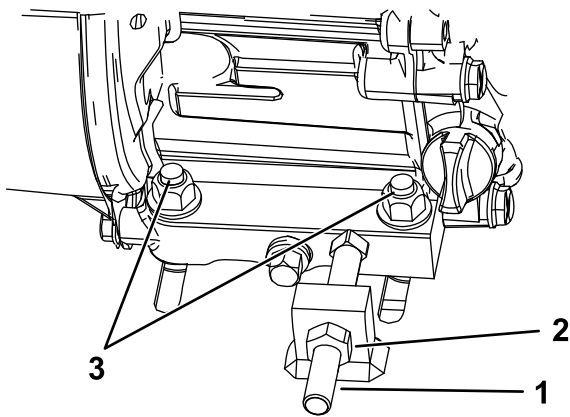

Figure 25
4. Desserrez les 4 boulons du support moteur ainsi que les écrous de blocage qui maintiennent le boulon de réglage (Figure 25).
7. Serrez les fixations de maintien du moteur sur le cadre (Figure 25).
2. Desserrez les 4 boulons du support moteur ainsi que les écrous de blocage qui maintiennent le boulon de réglage (Figure 25).